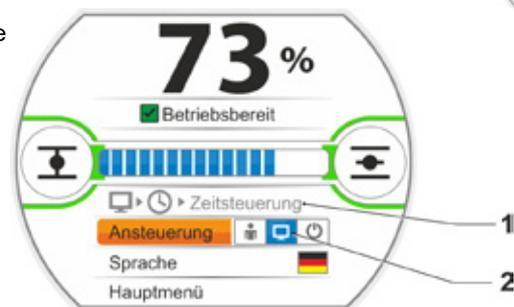

Abb. 2: Zeitsteuerung aktiv
6. Die ‚Ansteuerung‘ auf FERN schalten (Abb. 2, Pos. 2). Das Display zeigt in der ersten Zeile des Start-Menüs, dass die Zeitsteuerung aktiv ist (Pos. 1).